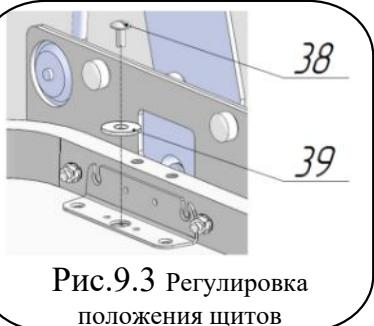
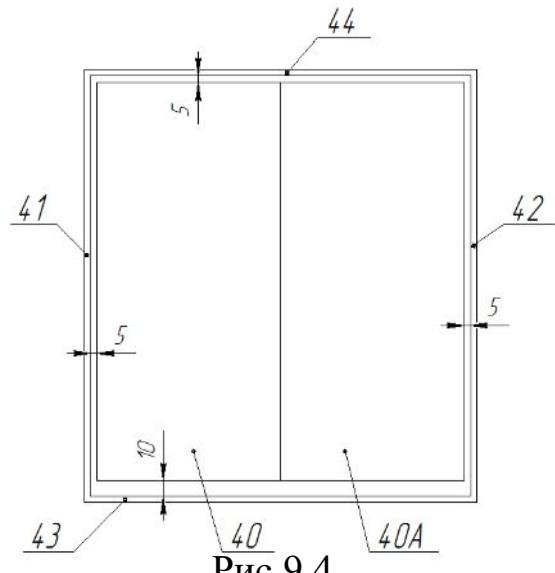

Рис.9.3 Регулировка положения щитов
Рис.9.4
**Шайбу подложить под головку винта.** Привести кровать в вертикальное положение. Последующей регулировкой щитов обеспечить зазоры между стенками короба поз.41,42, верхней панелью поз.44 и щитами декоративными поз.40 и 40A — 5 мм (рис.9.4 и 29), между панелью нижней поз.43 и щитами декоративными поз.40 и 40A— 10 мм (рис.9.4 и 29). Регулировку щитов произвести следующим образом: привести кровать в горизонтальное положение, ослабить винты M6x13 поз. 38 (рис.9.3). Сместить